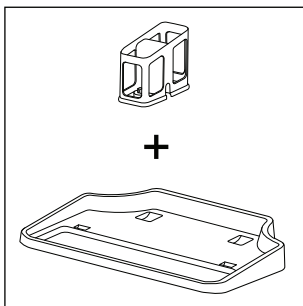
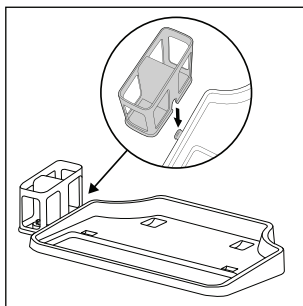

Fig. 4
Fig. 5
- ♦ La estación de soporte y limpieza se compone de una base **4** y de un soporte para el rodillo de cepillos **5** (consulte la fig. 4). Para montar la estación de soporte y limpieza, introduzca el soporte para el rodillo de cepillos **5** lateralmente en el orificio de la base **4**. Desplace el soporte para el rodillo de cepillos **5** hacia abajo e introdúzcalo en el orificio hasta que quede encastrado en la base **4** (consulte la fig. 5).